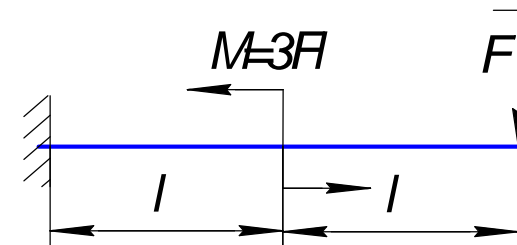

Рис.2.32
2.63. Максимальный изгибающий момент в балке на рис.2.32 равен [простой выбор]: